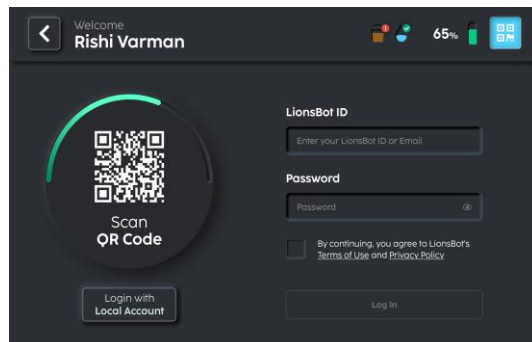

FIGURE 3-19
1. Tapez sur le bouton 'QR' en haut à droite de l'écran (Fig. 3-19).